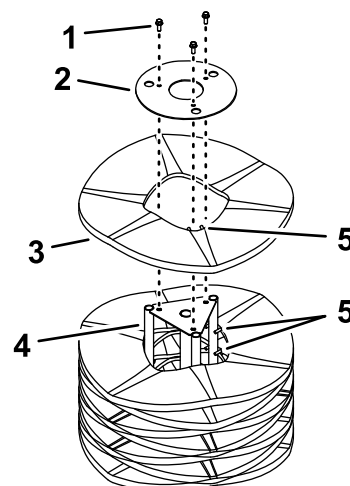

Bild 38
- Stellen Sie den Hauptteil der Kehrbürste senkrecht, sodass die Endhalterplatte nach vorne zeigt (**Bild 38**).
6. Entfernen und bewahren Sie die Befestigungen von der Endhalteplatte auf (Bild 38).
8. Bringen Sie die neuen Abschnitte an; staffeln Sie hierfür die Ausfluchtungsfinger des Metallrings, wie in Bild 38 abgebildet.